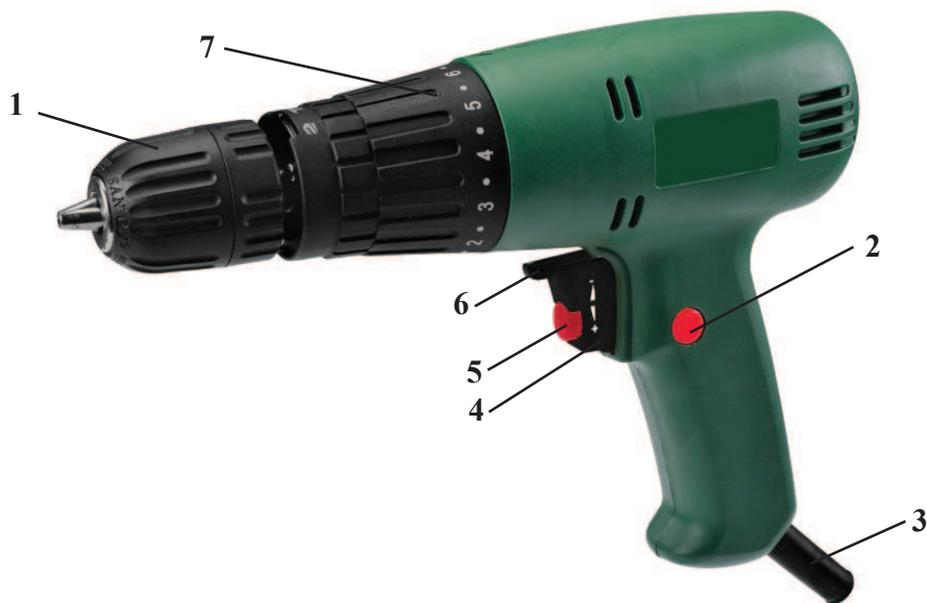

рис. 1
Общий вид дрели схематично представлен на рис. 1
7.1 После установки рабочего инструмента можно приступать к выполнению работ. Дрель имеет возможность регулировки скорости вращения. Скорость вращения плавно регулируется от 0 до максимума регулятором 5 (см. рис. 1).